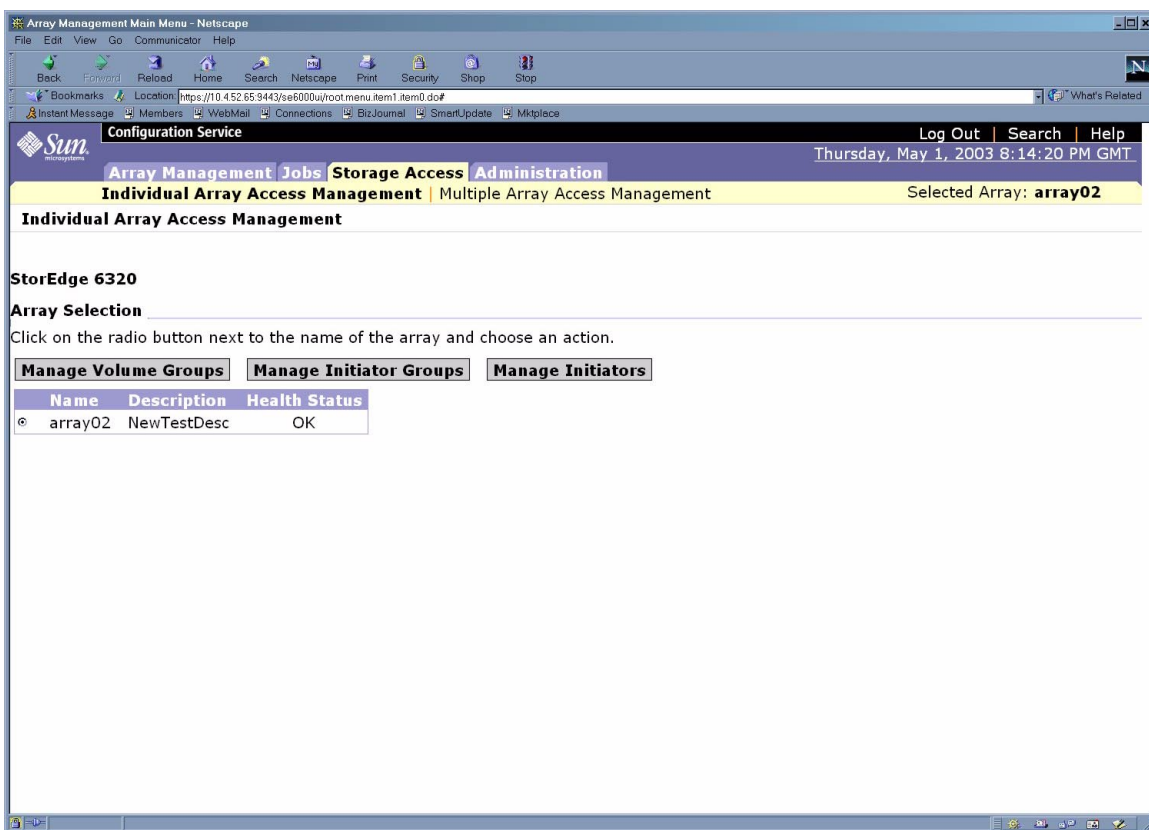

図 6-37 「個別アレイのアクセス管理」ページ
5. 「ストレージアクセス」タブをクリックします。図 6-37 に示すような「個別アレイのアクセス管理」ページが表示されます。